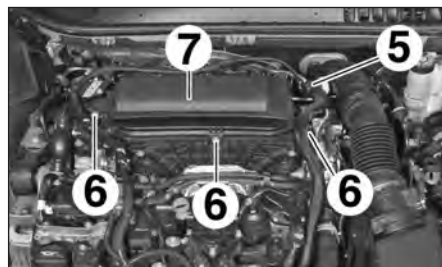
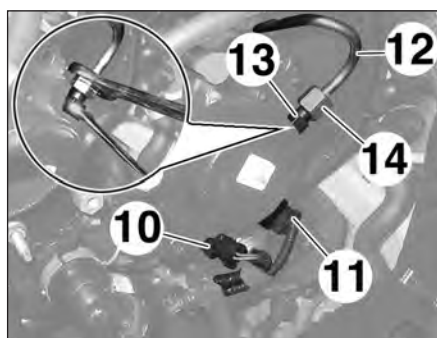

FIG.44
FIG.46
- Débrancher la durit (5) de réaspiration des vapeurs d'huile (Fig.44).
- les vis (6),
- la protection (7).
- les connecteurs (10) et (11) de la pompe haute pression (Fig.46),
- la canalisation haute pression (12).
- Débrancher la durit de réaspiration des vapeurs d'huile (5) (Fig.44).
- Desserrer le raccord haute pression (14) de la canalisation haute pression (12) sur la pompe haute pression (Fig.46).
- Débrancher la durite de réaspiration des vapeurs d'huile (5) (Fig.44).